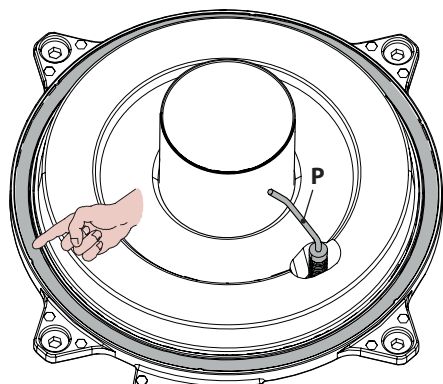

Figura 9.13
- La guarnizione in silicone della parete frontale della camera di combustione Figura 9.13 deve essere cambiata se deteriorata.
- L'elettrodo di accensione/rivelazione **P** in Figura 9.13 funge anche da sensore per il corretto scarico della condensa.